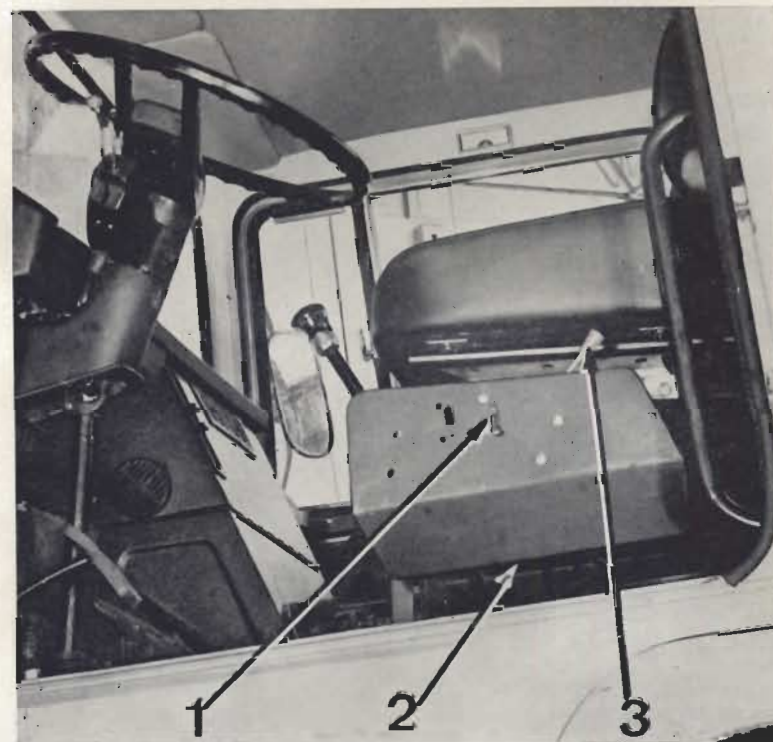

Fig. 1.7. - Mandos situados en la parte inferior del asiento del conductor
- Válvula de control del freno de aparcamiento y emergencia situada al lado izquierdo del conductor. (Ver fig. 1.7).